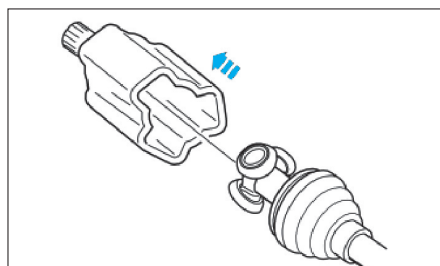

FIG. 11
- l'embout de transmission (Fig.11).